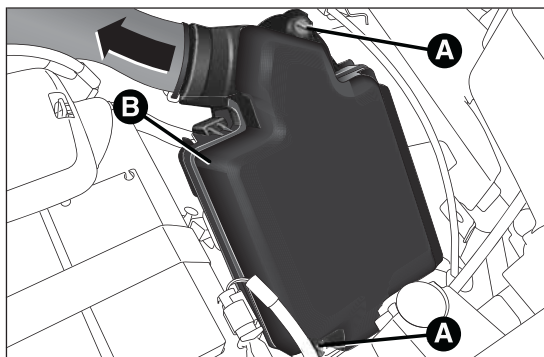

fig. 189
- dévisser les deux vis A fig. 189 ;